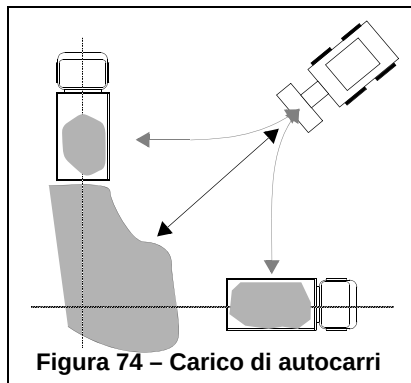

Figura 74 – Carico di autocarri
- (Figura 74) Le direzioni di lavoro dell'autocarro e della macchina devono essere angolate tra loro di 45°.